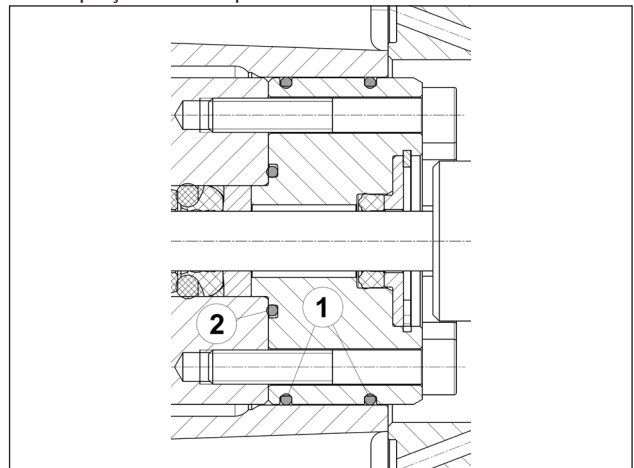
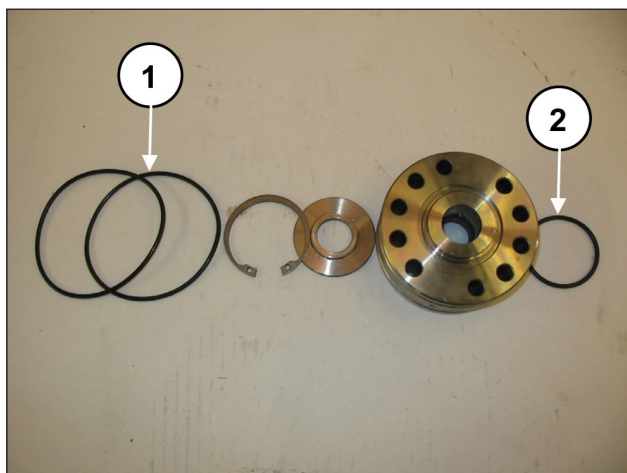

Fig. 127
Fig. 128
Remonter le groupe de support des joints (Fig. 127 et Fig. 128) en remplaçant les composants ① et ②.